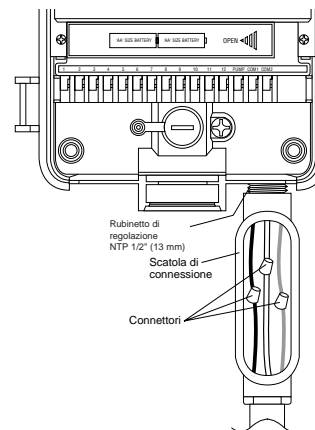

FIGURA 24: Collegamento all'impianto elettrico tramite cassetta di giunzione
- Collegare i fili d'alimentazione che escono dal programmatore, oltre al filo di terra (filo verde o conduttore in rame nudo) al filo verde del programmatore. Il filo verde dev'essere collegato obbligatoriamente! Collegare anche gli altri fili [vedere Figura 24].